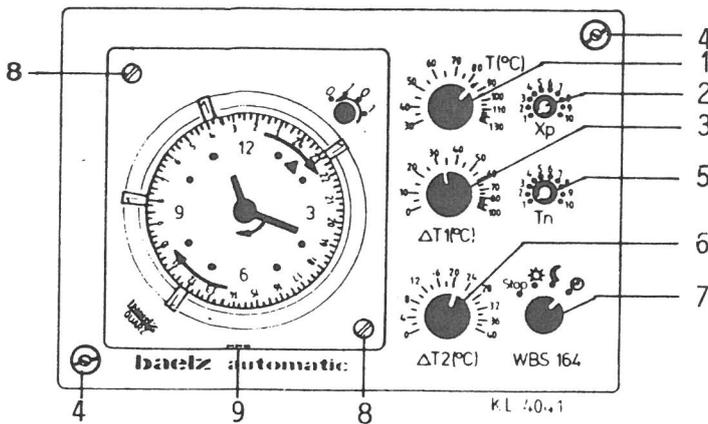

Bild 13: Frontansicht m. Bedienungselementen
4.2 Einstellung der Nachtabenkung (Bild 13, Pos. 6)
a) Xp - Potentiometer (siehe Bild 13, Pos. 2)
b) Tn - Potentiometer (siehe Bild 13, Pos. 5)